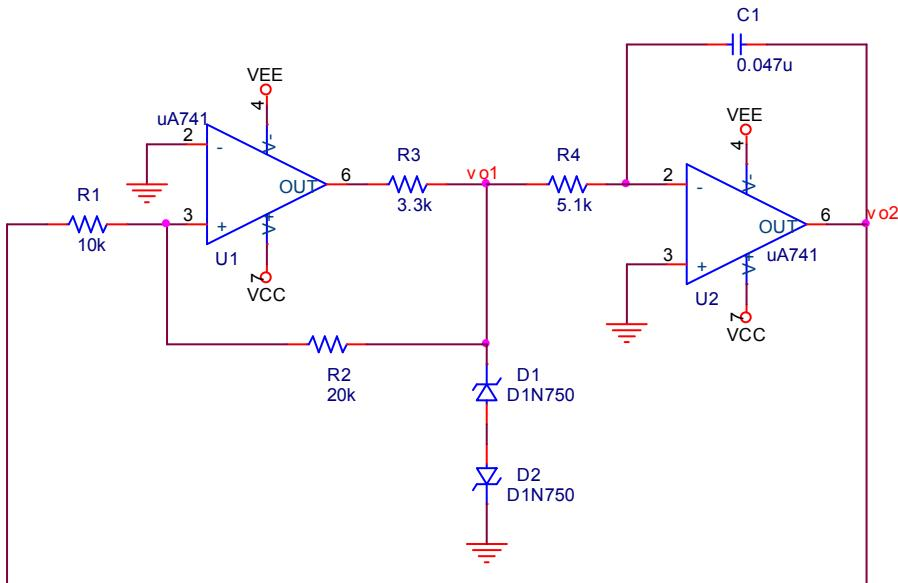

图 8.4.1 方波-三角波发生电路
8.4.1 方波-三角波发生电路如图 8.4.1。求 v_{o1} , v_{o2} 的输出电压波形。